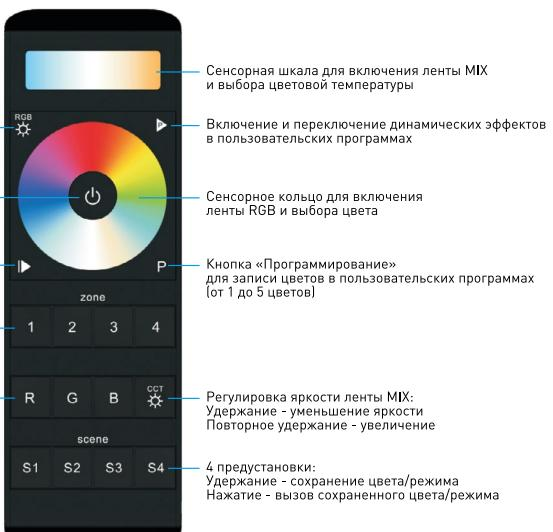

Рис. 2. Управление.
3.7. Проверьте управление лентой с пульта [Рис. 2].